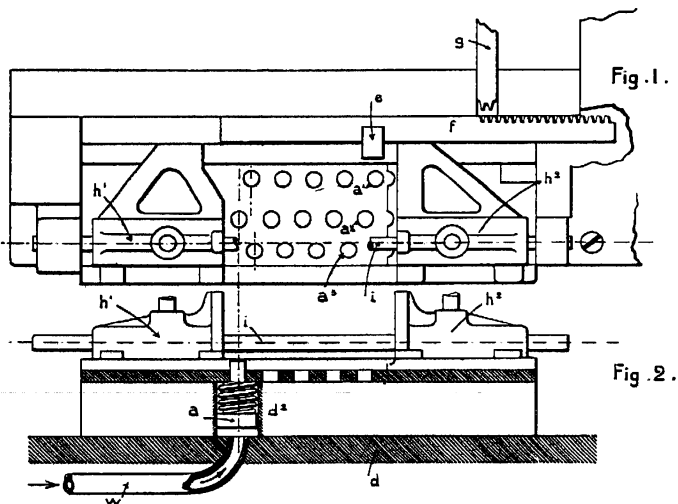

FIG. 21. — ENSEMBLE DU BLOC DU CONTRÔLE AVANT, OU BLOC DE CONTRÔLE D'UNITÉS.
Lorsqu'un rouleau de papier perforé est reçu du claviste, il est mis en place sur le petit bâti (E) que nous avons appelé la tour pneumatique, de forme rectangulaire et qui renferme 31 tubes verticaux (w) (fig. 20), dont 28 assurent la communication entre les lumières (t) du cylindre déchiffreur (u) et deux groupes de goujons pneumatiques (a) (fig. 21), sorte de petits pistons logés dans les blocs de contrôle du mécanisme de